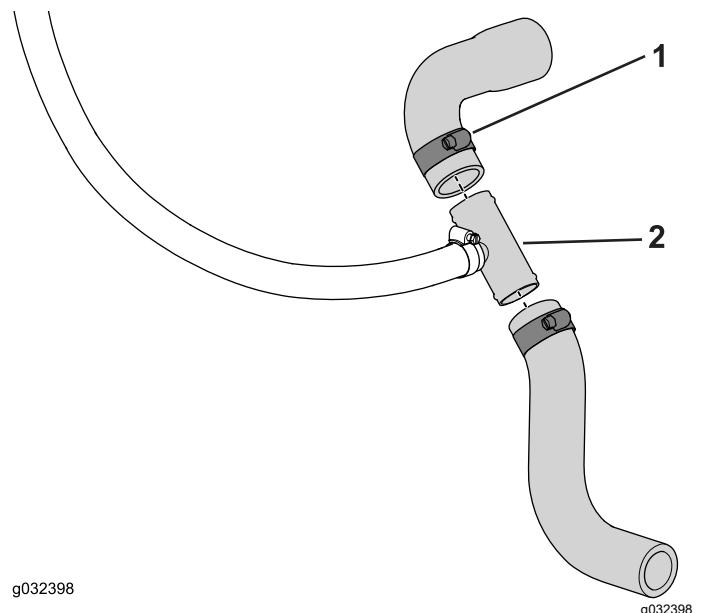

Figura 11
- Coloque los extremos cortados en el acoplamiento en T y sujetelos con abrazaderas (3/4" a 1 1/2"), como se muestra en la Figura 11.